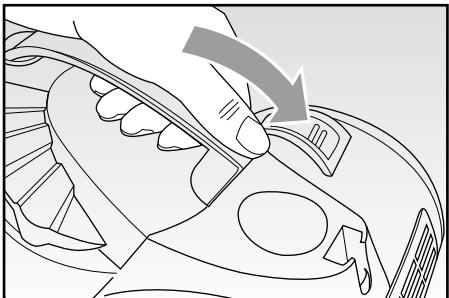

Fig. 12
- Prima di procedere con un nuovo utilizzo, occorre riassemblare il contenitore (A).
- Inserire il filtro all'interno del contenitore (A) e bloccarlo ruotandolo in senso antiorario.
- Reinserirre poi il contenitore della polvere completo (A) sul corpo dell'apparecchio premendolo leggermente fino ad udire lo scatto di avvenuto aggancio (Fig. 12).